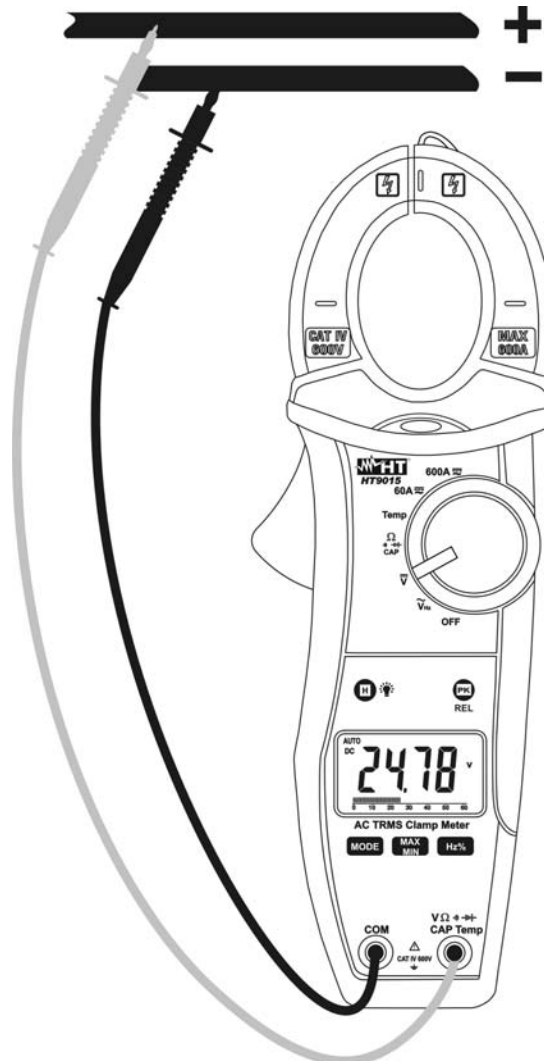

Fig. 4: Uso della pinza in misura di Tensione DC
2. Inserire il cavo rosso nel terminale di ingresso  $V\Omega\text{)}\text{)} \rightarrow \text{CAPHz\%Temp}$  e il cavo nero nel terminale di ingresso **COM** (Fig. 4)